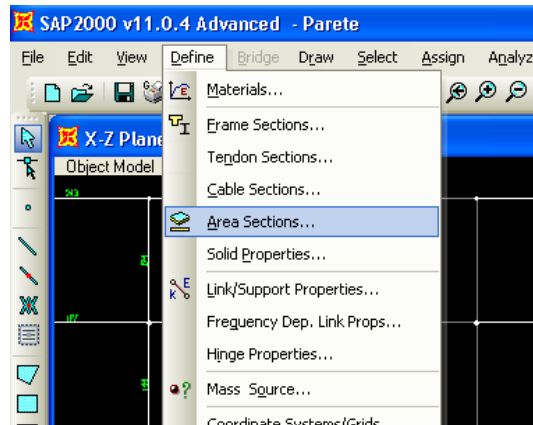

Figura 3 – Definizione area per la parete
1. E' necessario definire la tipologia di elemento da utilizzare per la parete. Bisogna, quindi, cliccare su “**Define**” e, quindi, su “**Area Sections**” (Figura 3).